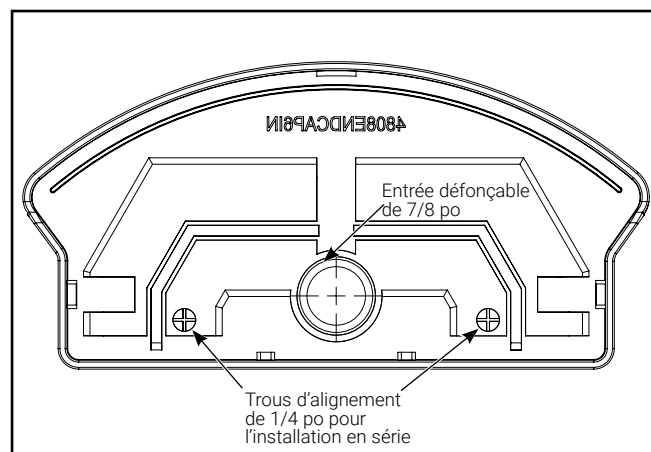

Figure 8.
2. Retirez l'entrée défonçable de 7/8 po du capuchon de protection (figure 8).
3. Pour aligner les luminaires installés en série, percez deux trous d'alignement dans le capuchon de protection à l'aide d'une mèche de 1/4 po (figure 8).